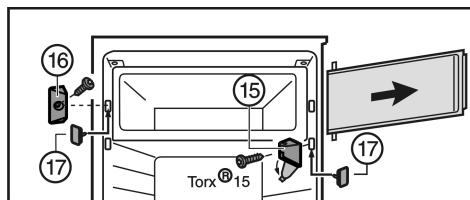

Fig. 7
- Откиньте крышку на опорном кронштейне Fig. 7 (15).
- Открутите опорный кронштейн Fig. 7 (15) с дверцей камеры.
- Открутите запирающий элемент Fig. 7 (16).
- Закройте образовавшиеся отверстия прилагающимися пробками Fig. 7 (17).